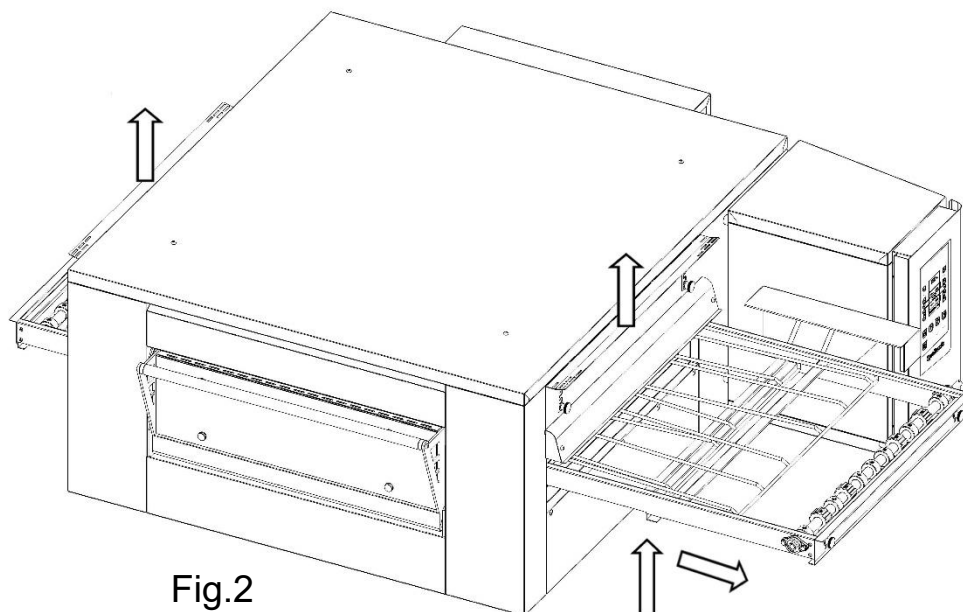

Fig.2
6. Soulever les vannes d'entrée et de sortie et les mettre en position d'ouverture maximale (voir Fig.2 paragraphe 9.3.1).
7. Soulever le support du ruban transporteur des deux côtés et l'extraire en direction des commandes (voir Fig.2 paragraphe 9.3.1).
Relever les vannes d'entrée et de sortie en position d'ouverture maximale (Fig. 2).
6. Relever le support convoyeur des deux côtés et le retirer du côté des commandes (Fig. 2).